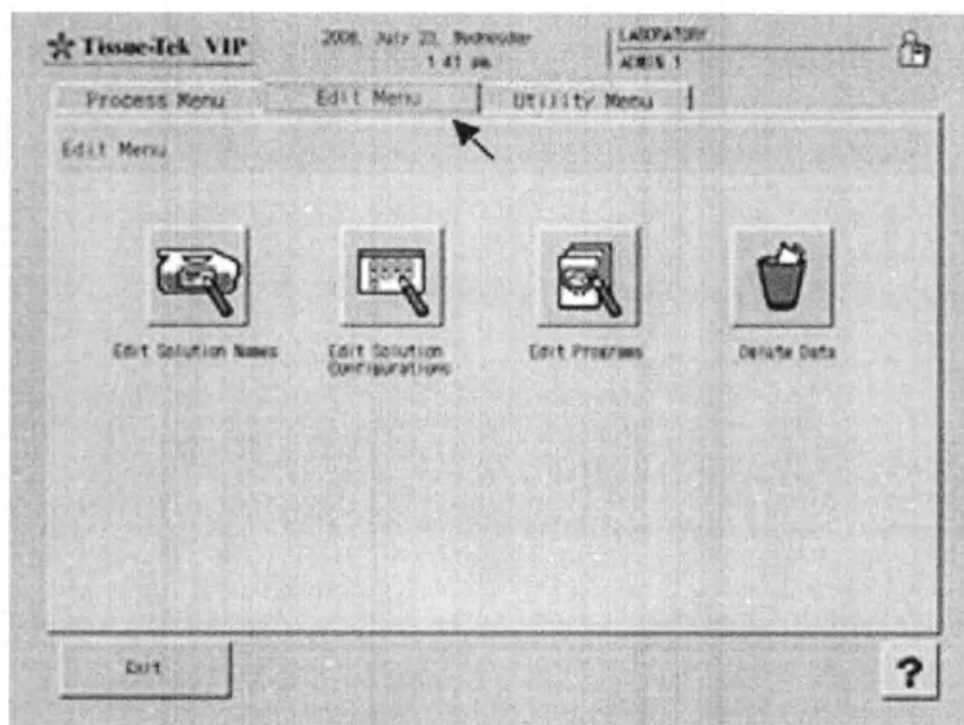

Рис. 60 Меню редактирования
2. Нажмите кнопку «**Menu**» (Меню), а затем выберите закладку «**Edit Menu**» (Меню редактирования) (Рис. 60).